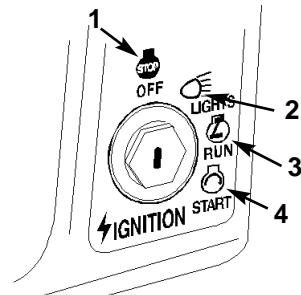

Figure 5
6. Tourner la clé de contact dans le sens horaire et la garder à la position START (DEMARRAGE) (Fig. 5). Relâcher la clé quand le moteur démarre.
2. Tourner la clé de contact sur OFF (ARRET) (Fig. 5).